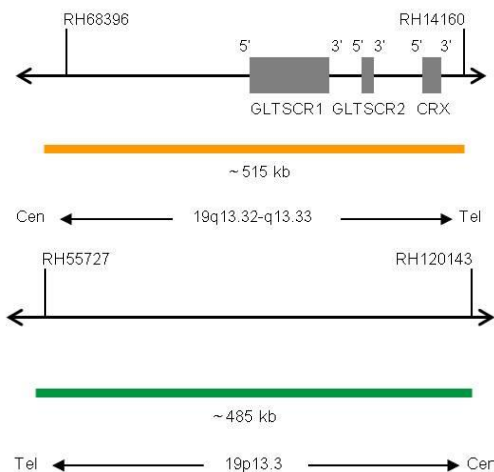

Fig. 2: Arriba: SPEC 19q13 Mapa de la sonda; abajo: SPEC 19p13 Mapa de la sonda (no está a escala)
- Polinucleótidos marcados en naranja (excitación a 547 nm/emisión a 572 nm) ZyOrange (~4,5 ng/μl), dirigidos a secuencias localizadas en 19q13.32-q13.33* (chr19:47,857,776-48,374,564) (ver Fig. 2).
- Polinucleótidos marcados en verde (excitación a 503 nm/emisión a 528 nm) ZyGreen (~10 ng/μl), dirigidos a secuencias localizadas en 19p13.3* (chr19:658,555-1,144,465) (ver Fig. 2).